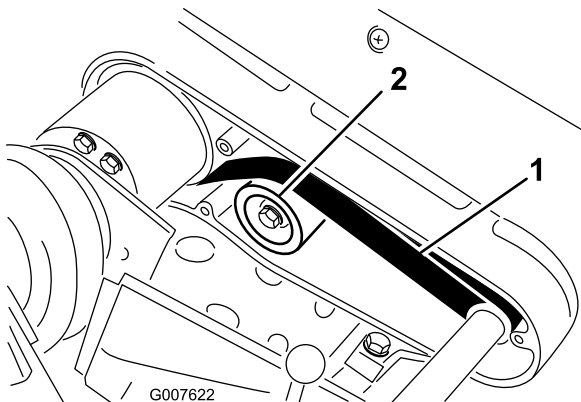

図 42
2. プーリー間の中央部で（図 42）、22-26 N（2.3-2.7 kg）程度の力でベルトを指で押して点検する。ベルトのたわみが 6 mm あれば適正とする。
- A. アイドラプーリー固定ナットをゆるめ、プーリーをベルトの背に押しつけて、適当な張りを出す（図 42）。